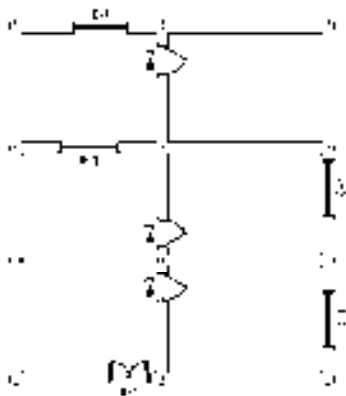

图 9-18 打开素材
1) 按〈Ctrl+O〉组合键，打开配套光盘提供的“第 9 章/9.1.4 内门标注.dwg”素材文件，结果如图 9-18 所示。